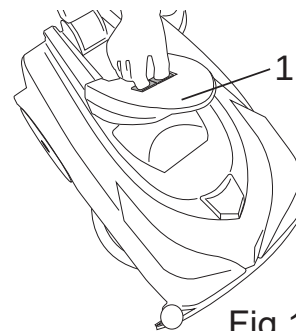

Fig.19
- Déverrouiller le couvercle du réservoir de récupération en poussant les deux ergots coulissants vers le centre (Fig. 19-Rep.1)